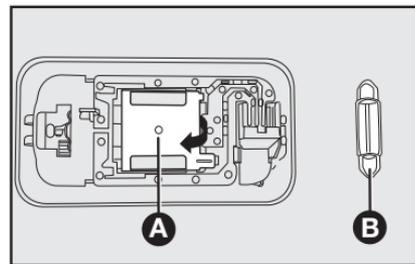

fig. 63
- abra la tapa **A-fig. 63**, utilizando un destornillador, en el sentido indicado por la flecha;
- saque la lámpara **B-fig. 63** y sustitúyala;